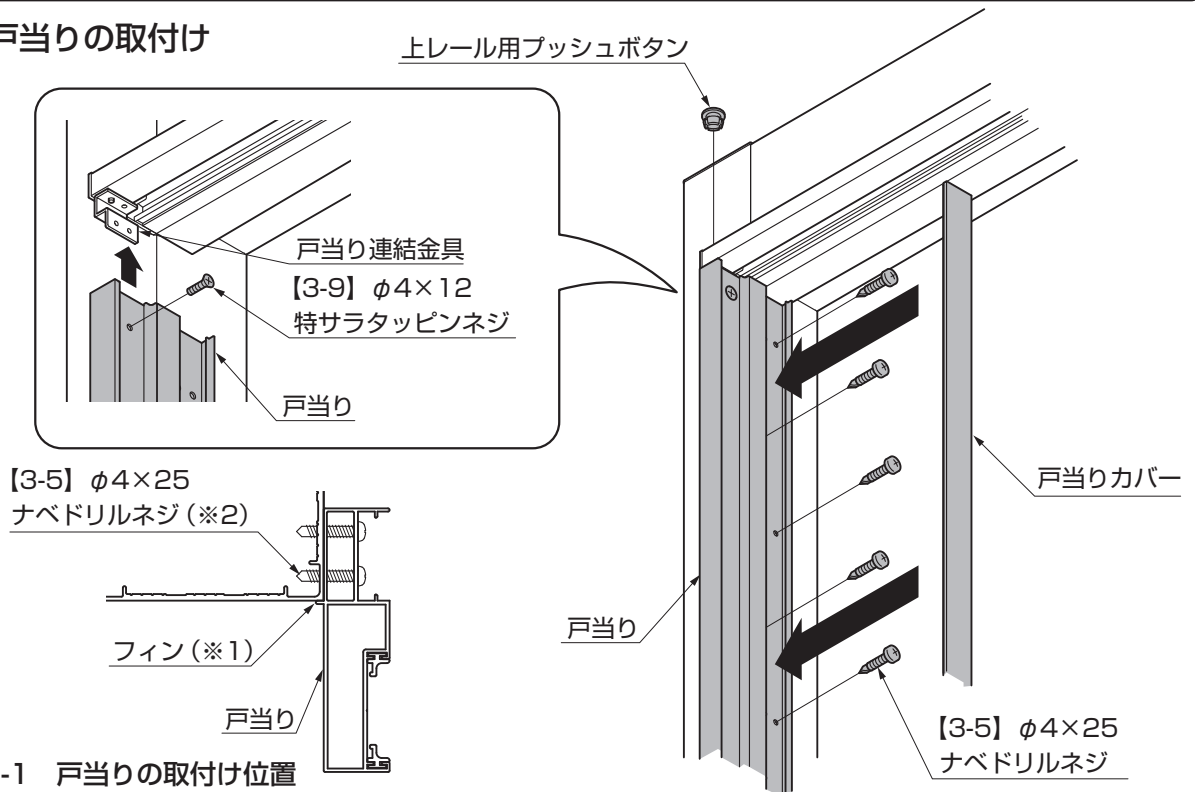

図11-1 戸当りの取付け位置
- ファンクション柱に戸当りを取付ける場合は、【3-5】の(※2)側のネジは、取付けしないでください。(図11-1参照)
- ③戸当りに戸当りカバーをはめ込んでください。
- ④上レールおよび下レールの端部キャップを元にもどし、上レール用プッシュボタンをはめてください。